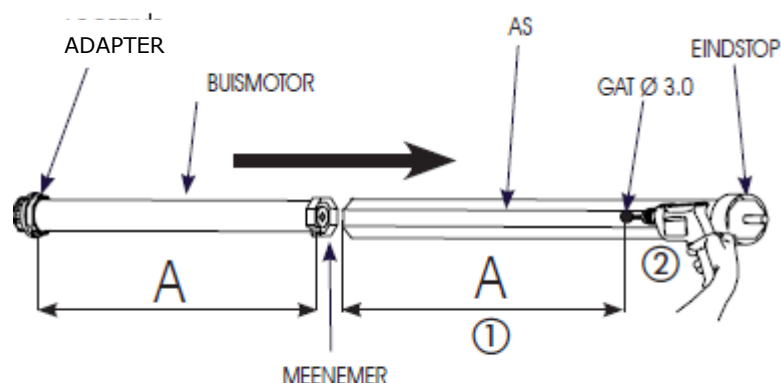

Fig. 3
1. Boor een gat met een boorpunt van $\varnothing 3$ mm in de as (Fig.3 ref.2) op de afstand A (Fig.3 ref.1), zie tabel 1.